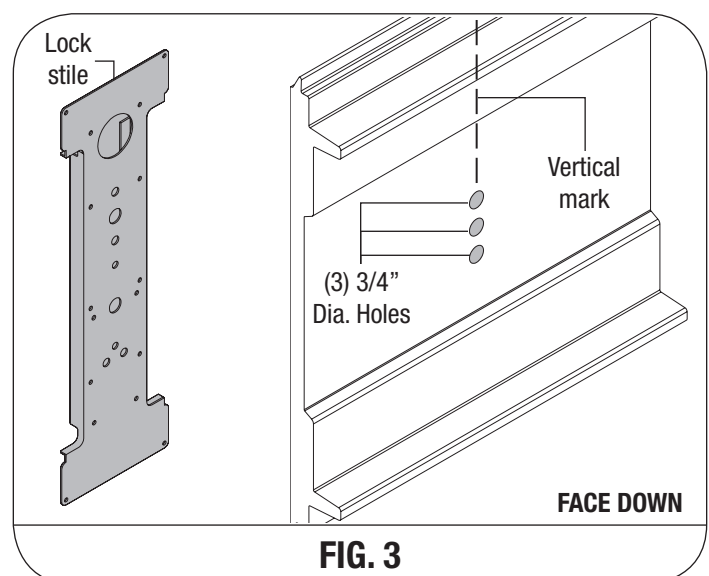

FIG. 3
5120/5145/6100/9100/9405 & 9600 DOORS, (SEE FIG. 3): Place the lock section face up on (2) padded sawhorses for a single car door or (3) padded sawhorses for a double car door. Locate the middle of the center stile, measure the distance from the end of the section to the middle of the center stile. Turn the section face down, transfer the measurement and mark a light vertical line. Align the center of the lock stile with vertical mark, use the lock stile as a template to mark the (3) holes, remove the lock stile and drill (3) 3/4" diameter holes through the section.
EN LAS PUERTAS DE LA 5120/5145/6100/9100/9405 & 9600, (VER FIG. 3): Coloque la sección de la cerradura boca arriba sobre (2) caballetes acolchados para una puerta simple o (3) caballetes acolchados para una puerta doble. Localice el centro del montante central, mida la distancia desde el extremo de la sección al centro del montante central. Voltee la sección boca abajo, transfiera la medición y marque una línea vertical suave. Alinee el centro del montante central con la marca vertical, use el montante de la cerradura como plantilla para marcar los (3) orificios, quite el montante de la cerradura y taladre (3) orificios de 3/4" de diámetro a través de la sección.